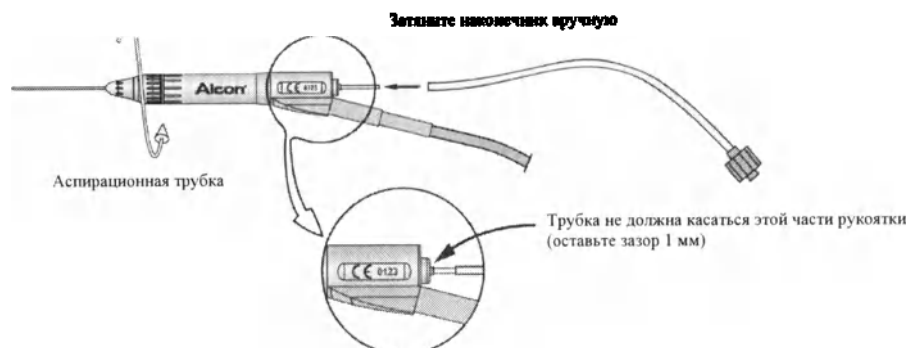

Рисунок 3-10 Короткая трубка
5. **Подсоединение аспирационной трубки** - Подсоедините синий разъем аспирационной трубки кассеты к конусу Люэра короткой трубки на рукоятке для витрэктомии (см. Рисунок 3-10). Нажмите клавишу «Следующий (Next)».